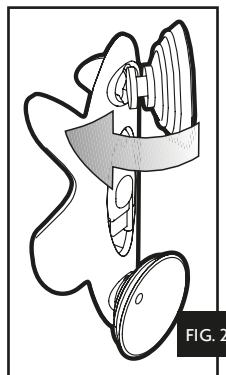

FIG. 2
- Mount the suction cups onto the support provided, inserting them as shown in (fig. 2).
- Montez les ventouses sur le support en les insérant comme en fig. 2.